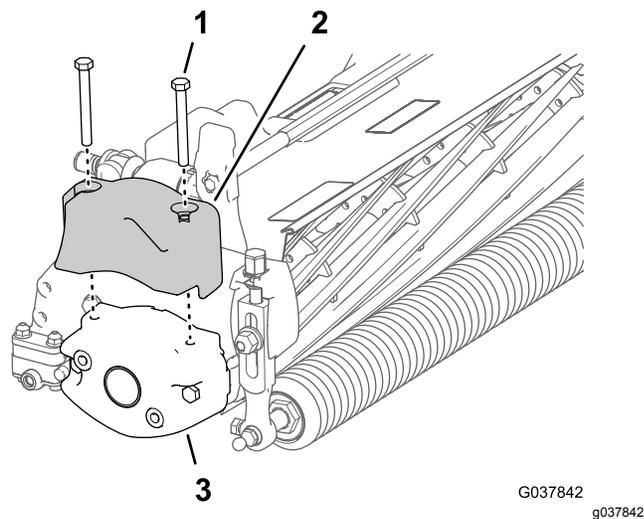

Figura 3
5. **Se instalar o kit numa unidade de corte de uma máquina híbrida TriFlex**, remova os dois parafusos que prendem o contrapeso elétrico ao cilindro e retire o contrapeso (Figura 3).